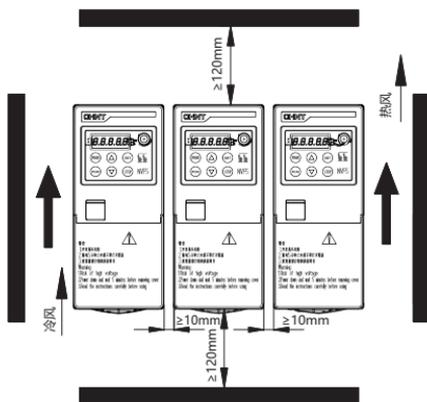
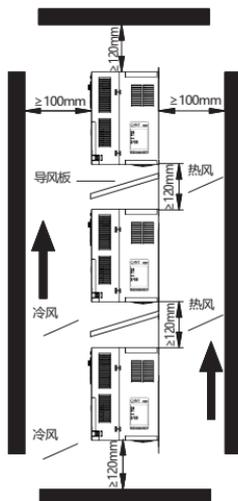

图3-1 变频器安装示意图
图3-2 多台变频器垂直安装
- 使用变频器时，请注意安装间距及距离要求，如图3-1和图3-2多台并排安装和多台垂直安装安装示例。